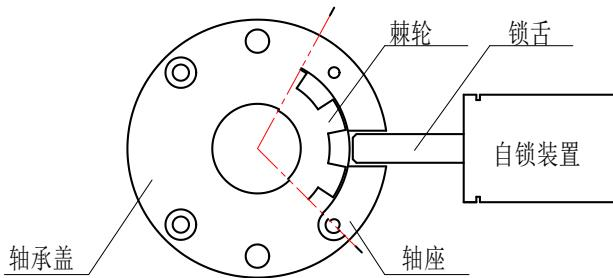

图 8 自锁装置示意图
- 顺时针旋紧手轮，直到不能旋动为止，使容器盖与容器筒密合。并确保自锁装置的锁舌与轴座凹处吻合。如下图 8 所示：